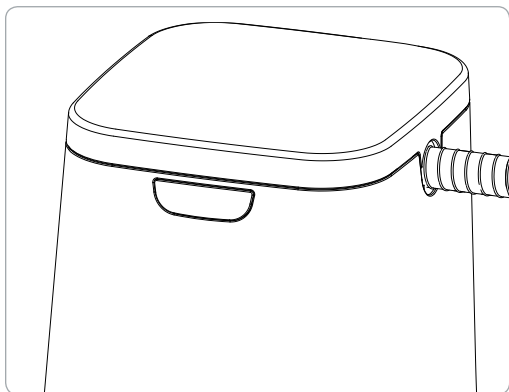

Figura 8. Tapa cerrada con la máscara de PAP en el interior
5. Cierre la tapa con la manguera de PAP colocada en la ranura libre (figura 8). La dispositivo SoClean funcionará automáticamente durante el tiempo configurado previamente.